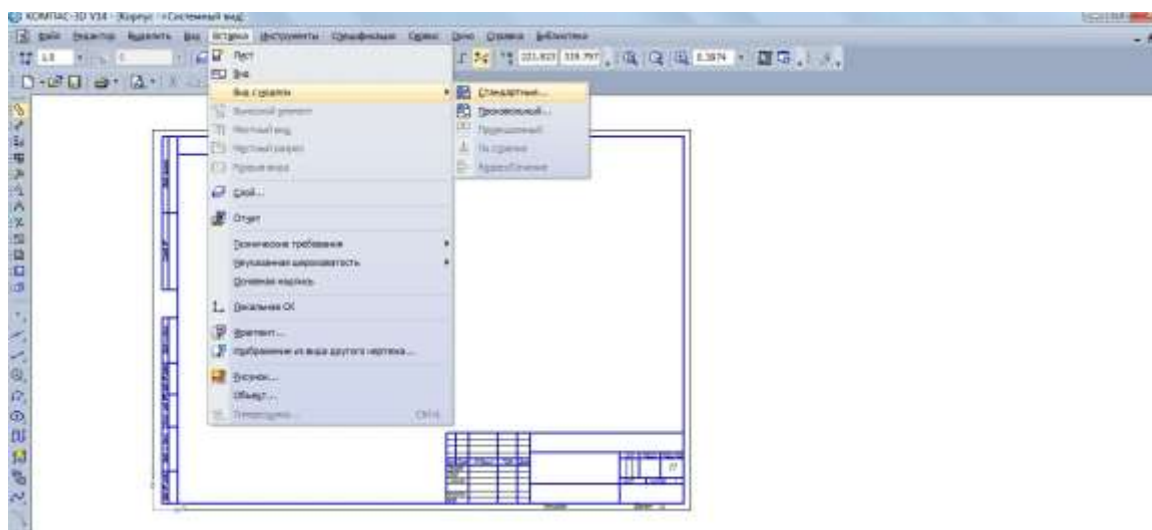

Рис. 10. Активизация команды *Вставить вид с модели*
3. В строке **Меню** откройте страничку **Вставка**, вкладка **Вид с модели** и активизируйте команду **Стандартные** (рис. 10).